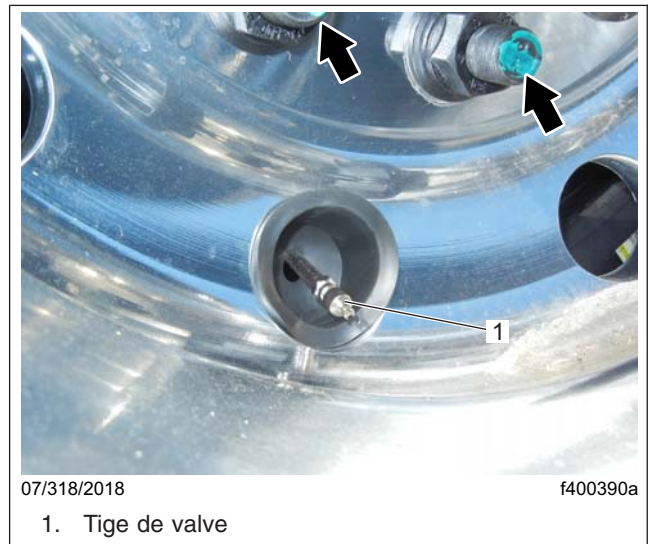

Fig. 3, Goujons de roue portant une marque
5. Faites une marque sur les deux goujons de roue les plus proches du corps de valve, comme illustré sur la **Figure 3**, pour faciliter le positionnement correct de l'ensemble de roue lors de sa remise en place sur le moyeu.